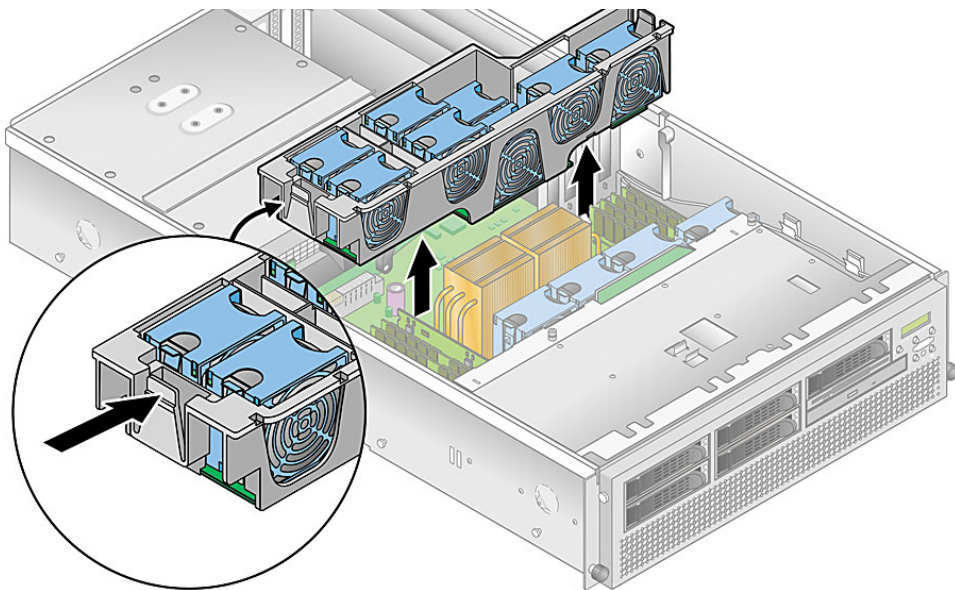

图 4-23 拆除后部风扇盒部件
3. 向内按下风扇盒各端的固定夹（请参见图 4-23）。
3. 拆除后部风扇盒部件。向内按下风扇盒各端的固定夹（请参见图 4-23）。